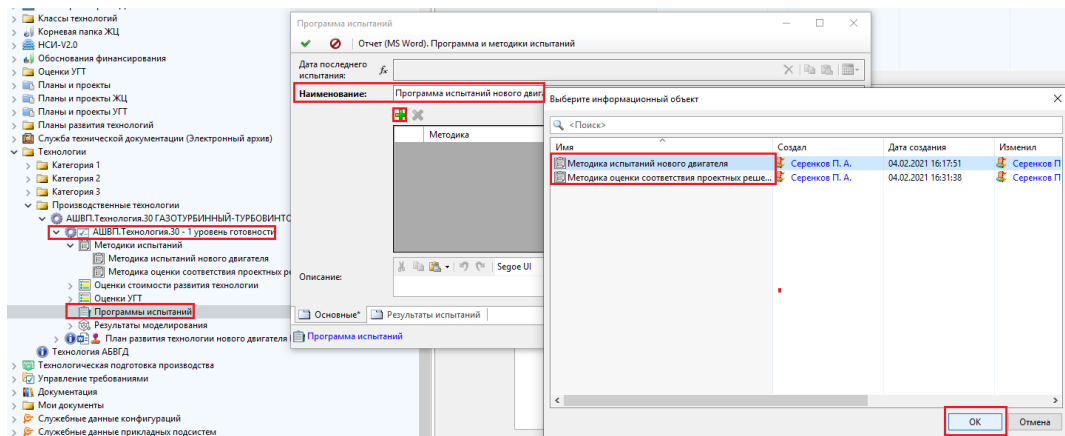

Рисунок 274 — Задание наименования для программы испытаний
- далее необходимо задать наименование для программы испытаний и привязать к программе соответствующей методики испытаний на закладке ИО «Программа испытаний» (Рисунок 274).